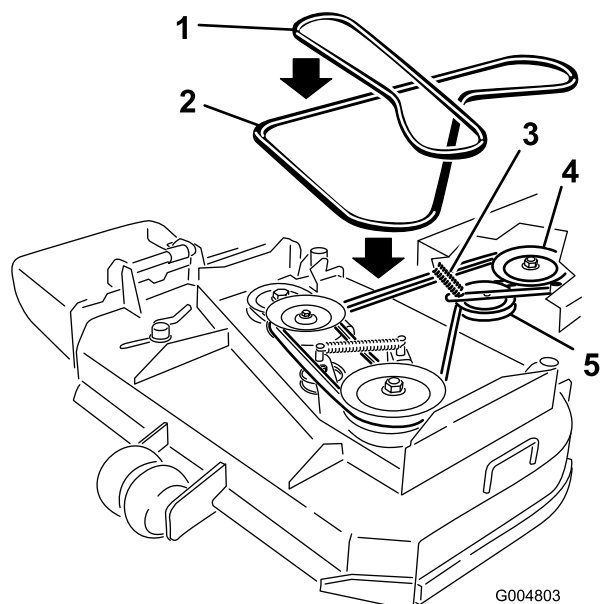

Figure 45
6. Retirez la courroie de la poulie centrale sur le plateau de coupe (Figure 45). Procédez avec précaution lors du retrait de la courroie, car la tension est augmentée par la poulie de tension rappelée par ressort.
7. Retirez la courroie de la poulie de moteur et la poulie de tension rappelée par ressort (Figure 45).
8. Placez une courroie neuve sur la poulie de moteur et la poulie de tension rappelée par ressort (Figure 45).
9. Installez la courroie sur la poulie centrale du plateau de coupe (Figure 45). Procédez avec précaution lors de la